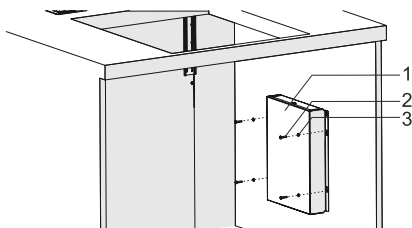

Fig. 14
7. ➡ Montera elektronikboxen med 4 x 3,9x22 skruvar och använd brickorna för detta (Fig. 14).